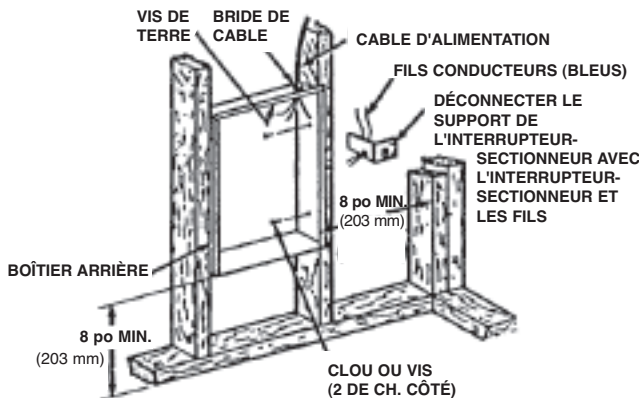

Fig. 1 : Emplacement du boîtier arrière dans une construction neuve
1. Montage du boîtier arrière (voir la figure 1).
- c. Avec des clous ou des vis à bois, fixez le boîtier arrière conformément à la figure 1.
2. Installation des fils électriques (voir la figure 1)